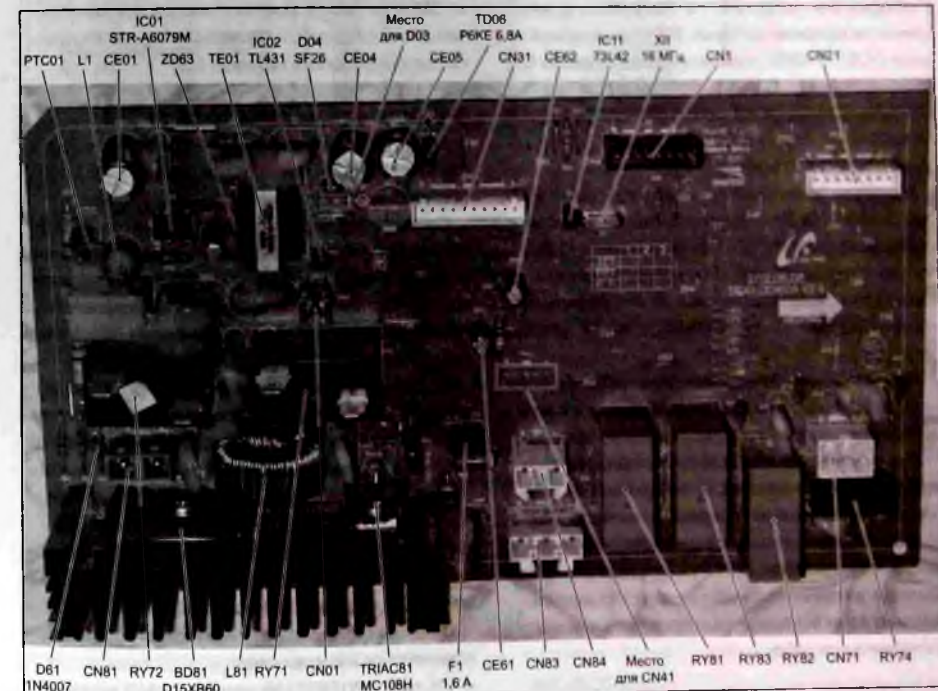
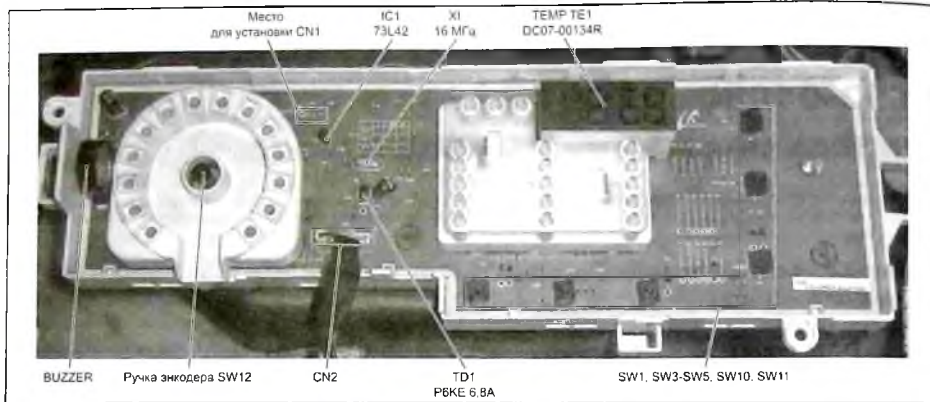
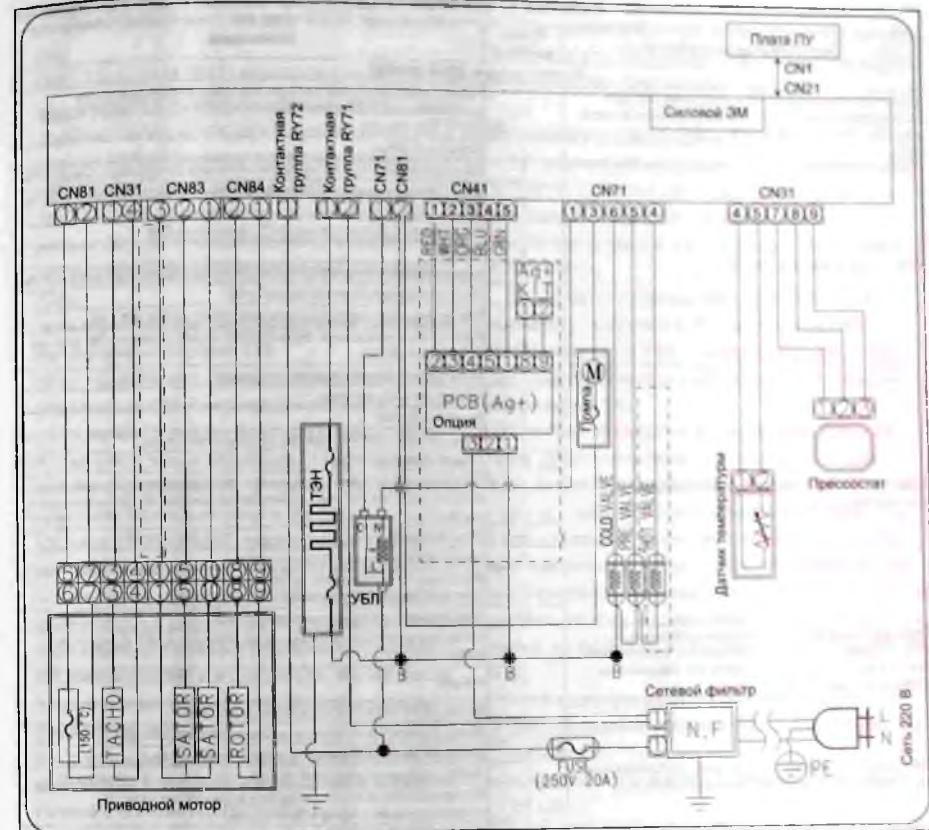

Рис. 1. Внешний вид силового модуля (код DC92-01080A) и расположение на нем основных компонентов
Рис. 2. Внешний вид модуля ПУ (код DC92-01135A) и расположение на нем основных компонентов
Рис. 3. Схема соединений ЭМ на примере СМ «Samsung WF06021W0BCWQ»
Рис. 3. Окно дисплея и кнопки панели управления духовки, где: 1 — кнопка включения/выключения питания; 2 — окно дисплея; 3 — кнопка выбора функций приготовления; 4 — кнопка включения/выключения освещения; 5 — кнопка кухонного таймера; 6 — кнопка часов; 7 — кнопка времени приготовления; 8 — кнопка времени окончания приготовления; 9 — кнопка температуры; 10 — кнопки изменения времени/температуры вверх/вниз
Окно дисплея и кнопки панели управления духовки показаны на рис. 3.
и времени приготовления (7) панели управления (см. рис. 3) и удержанием их в течение 5 с, после чего коды ошибок отображаются в окне дисплея.
дены на рис. 1, модуля ПУ DC92-01135A — на рис. 2, а схема внешних соединений ЭМ в составе СМ — на рис. 3. Состав внешних соединителей обоих модулей, а также назначение их контактов приведены в таблице 1.